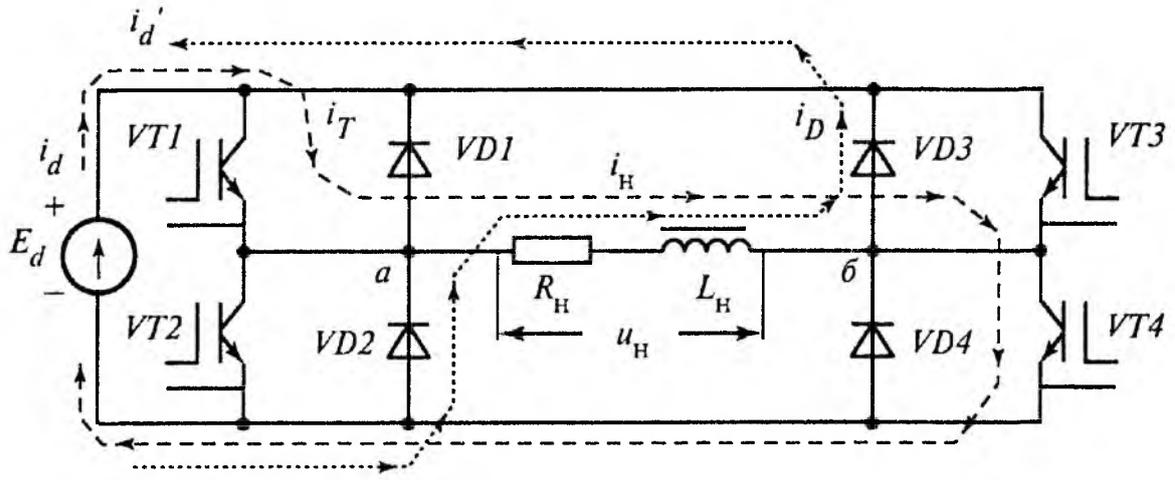
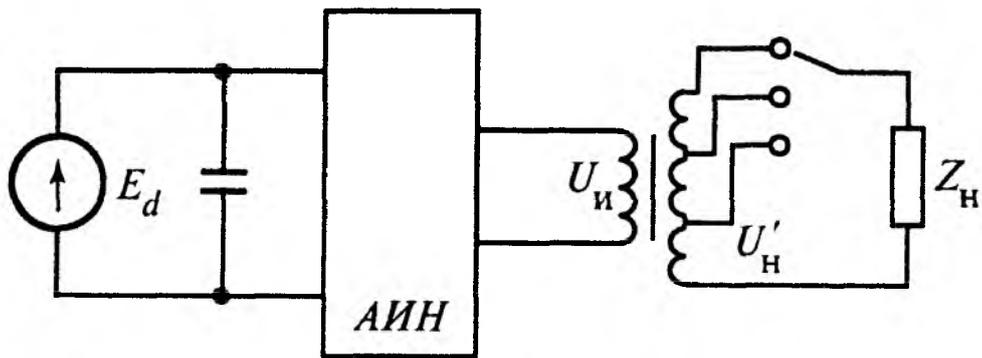

Рис. 1
Рис. 2
1. Однофазный АИН собран по схеме рис.1  $E_d = 100$  В,  $R_H = 10$  Ом,  $L_H = 0,064$  Гн,  $f_H = 50$  Гц. Определить максимальное значение тока нагрузки  $I_{H \cdot \max}$ .
2. Однофазный АИН собран по схеме рис.1  $E_d = 100$  В,  $R_H = 10$  Ом,  $L_H = 0,064$  Гн,  $f_H = 50$  Гц. Определить минимальное значение тока нагрузки  $I_{H \cdot \min}$ .
3. Однофазный АИН собран по схеме рис.1. Используя метод основной гармоники (считая, что потребляемый от инвертора ток имеет синусоидальную форму), рассчитать, на какие средние значения токов должны быть выбраны силовые транзисторы ( $I_{VT}$ ), обратные диоды ( $I_{VD}$ ). Определить среднее значение тока, потребляемого от источника постоянного напряжения  $I_d$ , максимальное значение напряжения, прикладываемого к транзисторам  $U_{VT \max}$  и обратным диодам  $U_{VD \max}$ , если действующее значение выходного тока инвертора  $I_{\text{вых}} = 10$  А, угол сдвига между током и напряжением  $\varphi = 30^\circ$  и напряжение источника питания  $E_d = 100$  В.
4. Однофазный АИН собран по схеме рис.1 и формирует кривую
5. Однофазный АИН собран по схеме рис.1 и формирует кривую выходного напряжения в виде меандра. Определить необходимое значение коэффициента трансформации выходного трансформатора (рис.2)  $K_T$  для получения действующего значения напряжения на нагрузке  $U_H = 100$  В, если напряжение источника питания  $E_d = 50$  В.